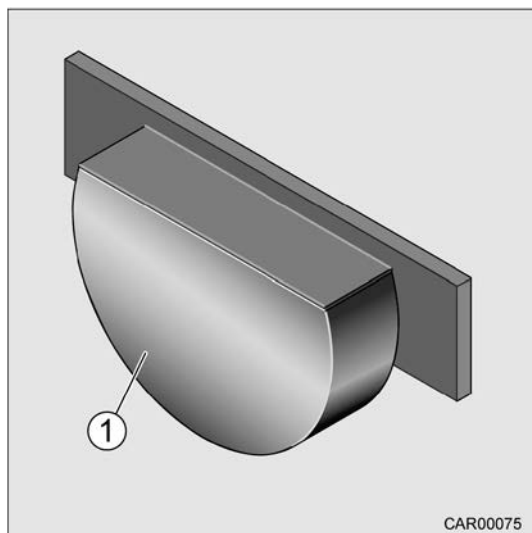

Fig. 164 Lampe avec une alimentation 12 V
1. Enlever le cache (Fig. 164/1).